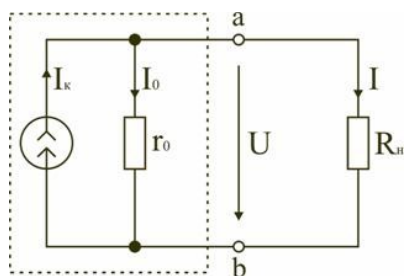

Рис. 1.16
**Источник тока**, заменяющий реальный источник электрической энергии, характеризуется неизменным по величине током  $I_{кз}$ , равным току короткого замыкания источника ЭДС  $I_{кз} = E/r_0$ , и внутренним сопротивлением  $r_0$ , включенным параллельно (рис. 1.16).